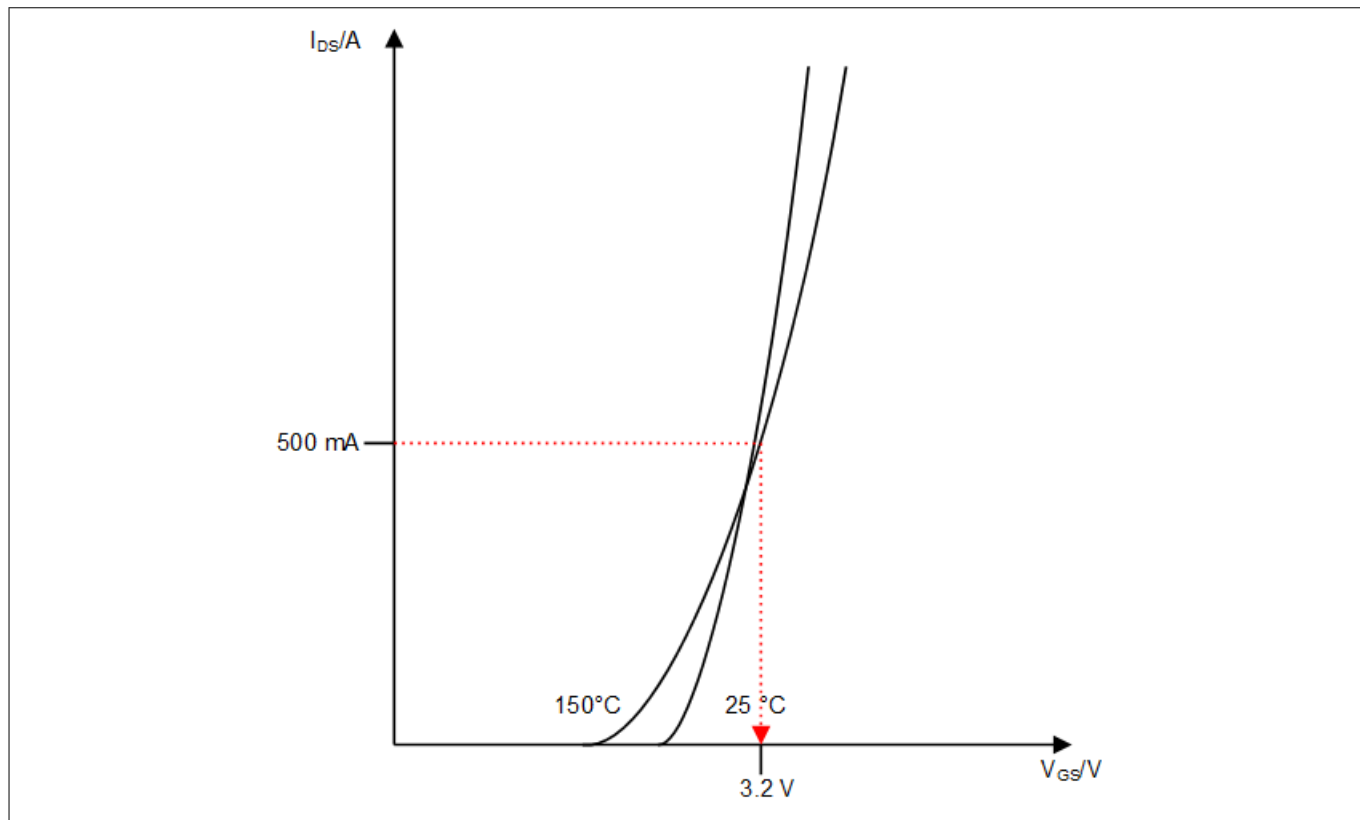

图 16 典型的转移特性曲线示例
- 在 MOSFET 的数据表中，检查典型的转移特性曲线，评估电压值 V_{GS} （对应于您的目标电流 $V_{GS,target,evaluated}$ ）；请参阅 图16，注意该图显示的典型值，